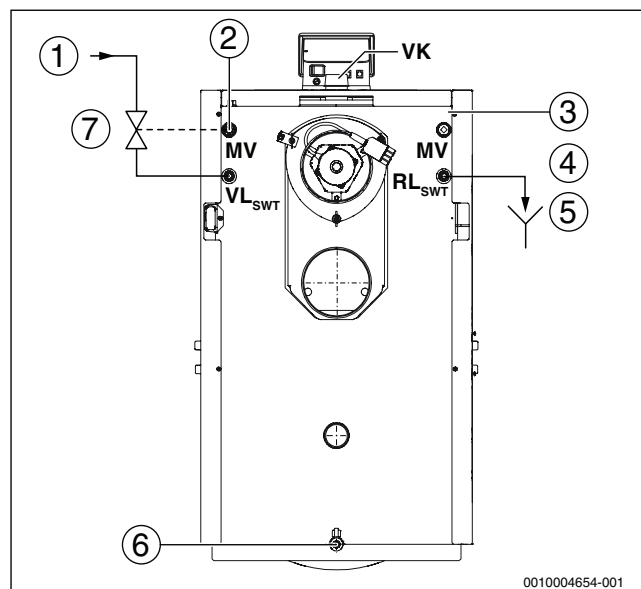

Fig. 14 Racordarea serpentinei de racire de siguranță
Cazanele sunt dotate cu o serpentina de racire de siguranță (buclă de răcire). Racordarea corectă este prezentată în Fig. 14.
Turul și returul serpentinei de racire de siguranță pot fi alese liber. Imaginea prezintă montarea turului serpentinei de racire de siguranță pe latura stângă a cazanului. Gura de scurgere a apei de răcire trebuie condusă spre o gură de evacuare (→ Fig. 14, [5]).
- ▶ Montați teaca de imersie (livrată împreună cu preaplinul termic) pentru senzorul preaplinului termic (→ Fig. 14, [3]).